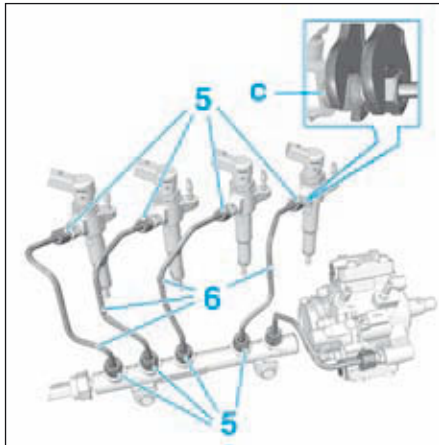

FIG.51
- Dévisser les raccords (5) (Fig.51).